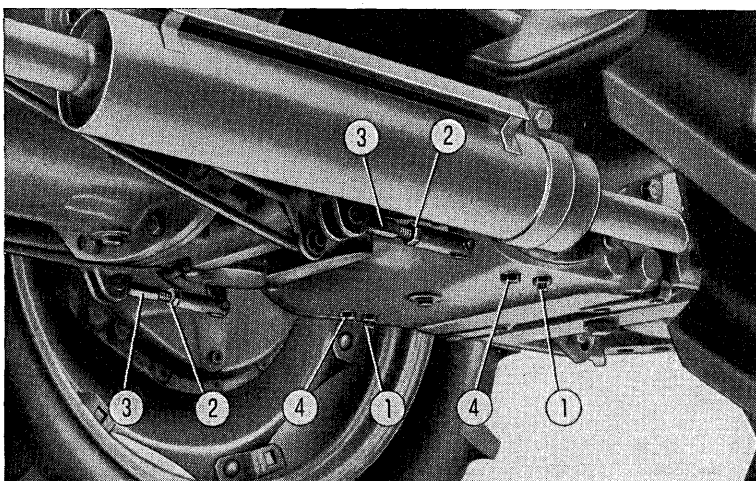

Fig. 27.
Nedlæd håndbremsen helt. Kontramøtrikken på justerskruerne (1) fig. 27, løsnes, justerskruerne skrues helt i bund og løsnes derefter 1 1/2 omgang og fastlåses med kontramøtrikkerne. Kontramøtrikkerne (2) løsnes og forbindelsesstængerne (3) forlænges indtil der ikke er nogen frigang i pedalerne. Derefter skrues de igen indad, indtil pedalfrigangen er 50 mm, og forbindelsesstængerne låses med kontramøtrikkerne. Til slut skrues aftapningspropperne (4) ud, således at eventuelt vand og snavs i bremsehuset kan løbe ud.